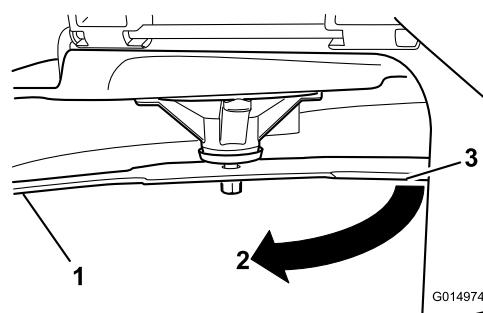

Figure 55
3. Distance mesurée entre la lame et la surface (A)
4. Tournez la même lame de 180 degrés pour amener l'autre tranchant à la même position (Figure 55).